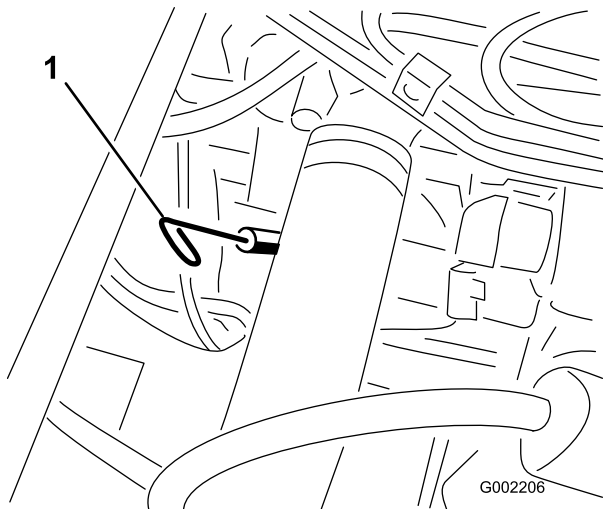

Figura 16
2. Retire a vareta, situada debaixo do banco do passageiro e limpe-a com um pano limpo (Figura 16). Volte a colocar a vareta no tubo e verifique se está completamente introduzida. Retire a vareta e verifique o nível de óleo.